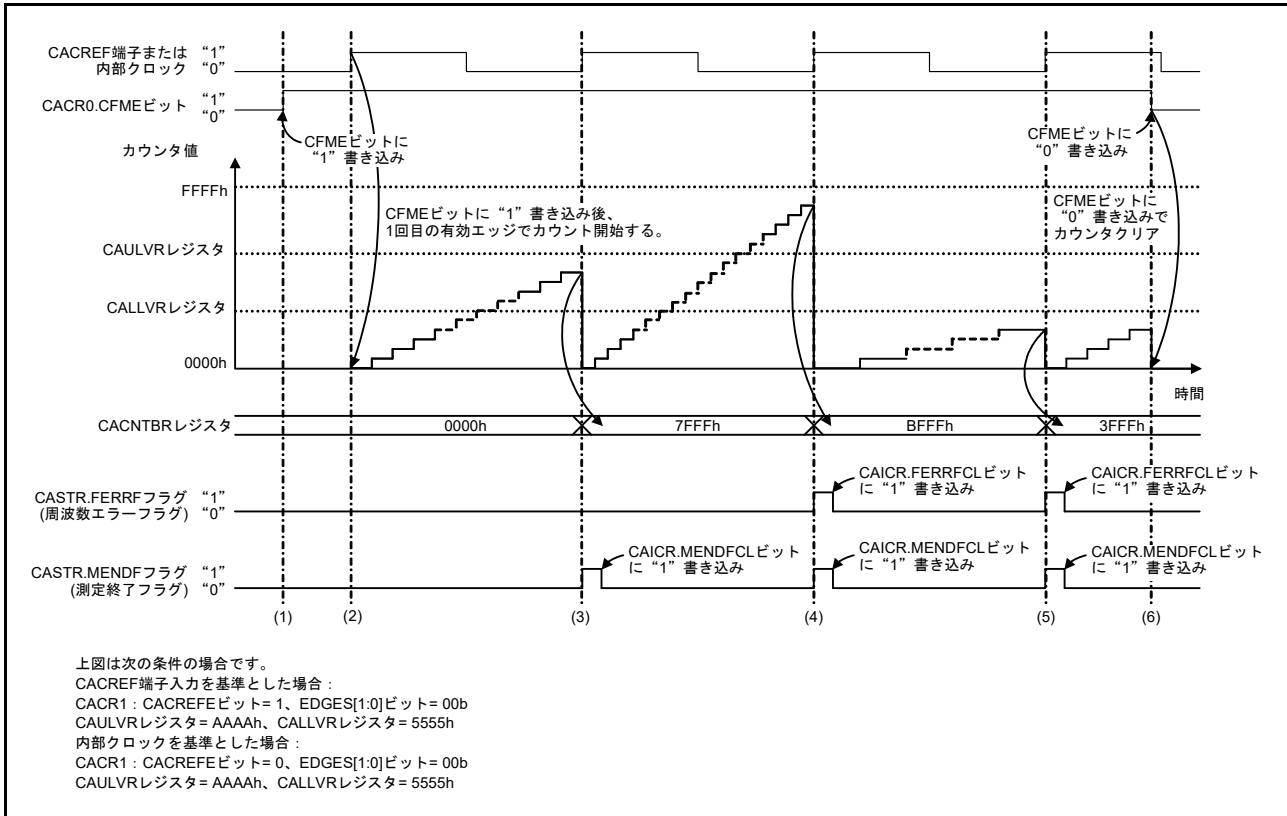

図 10.2 クロック周波数精度測定回路の動作例
クロック周波数精度測定回路は、CACREF 端子入力または内部クロックを基準にクロック周波数を測定します。図 10.2 にクロック周波数精度測定回路の動作例を示します。
- (2) CACREF 端子入力を基準とした場合は、CFME ビットに “1” を書き込み後、CACREF 端子から CACR1.EDGES[1:0] ビットで選択した有効エッジ (図 10.2 では立ち上がりエッジ (CACR1.EDGES[1:0] = 00b)) が入力されるとタイマのカウンタアップが開始します。
内部クロックを基準とした場合は、CFME ビットに “1” を書き込み後、CACR2.RSCS[2:0] ビットで選択したクロックソースを元に CACR1.EDGES[1:0] ビットで選択した有効エッジ (図 10.2 では立ち上がりエッジ (CACR1.EDGES[1:0] = 00b)) が入力されるとタイマのカウンタアップが開始します。